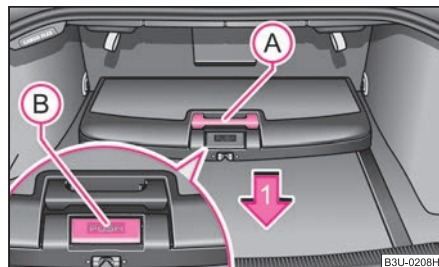
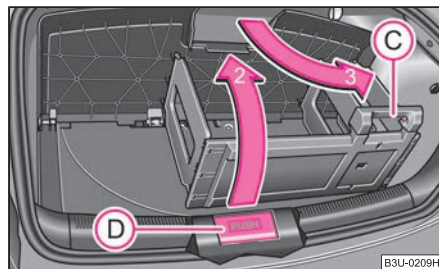

Fig. 80 Bagagliaio: box
Fig. 81 Apertura del box
- Premere il tasto di comando "PUSH" (B) ⇒ fig. 80.
- Afferrare la maniglia (A) e spingere il box nel senso indicato dalla freccia 1 fino alla posizione di fissaggio contro la parete divisoria del bagagliaio. Si deve avvertire lo scatto del meccanismo di chiusura sotto il tasto di comando. Con lo scatto in posizione il tasto di comando "PUSH" (B) ritorna nella posizione originaria.
- Aprire il coperchio nel senso indicato dalla freccia 2 ⇒ fig. 81.
- Premere la parte inferiore della maniglia (C) e aprire gli scomparti agendo nel senso indicato dalla freccia 3. Si deve sentire l'innesto in posizione della parete degli scomparti nelle fessure della parte inferiore del box.
- Premere il tasto di comando "PUSH" (D) ⇒ fig. 81 e far scorrere con cautela il box fino alla posizione centrale di fissaggio. Con lo scatto in posizione il tasto di comando "PUSH" (D) ritorna nella posizione originaria. Lo spazio così liberato può essere impiegato per caricare altri bagagli.